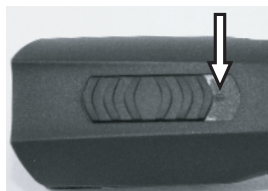

Fig. 4 Brytare i läge FRÅN ("0")
1. Kontrollera om det finns främmande partiklar och föroreningar på klipprens kontakter (1) och på batteriet (2).
2. Säkerställ att klipprens brytare är i läge OFF ("0") (Fig. 4).
1. Vrid brytaren till läge "0" (Fig. 4).
2. Tryck på batterispärren (2) på båda sidorna inåt och dra ut batteriet (1) ur klippern.